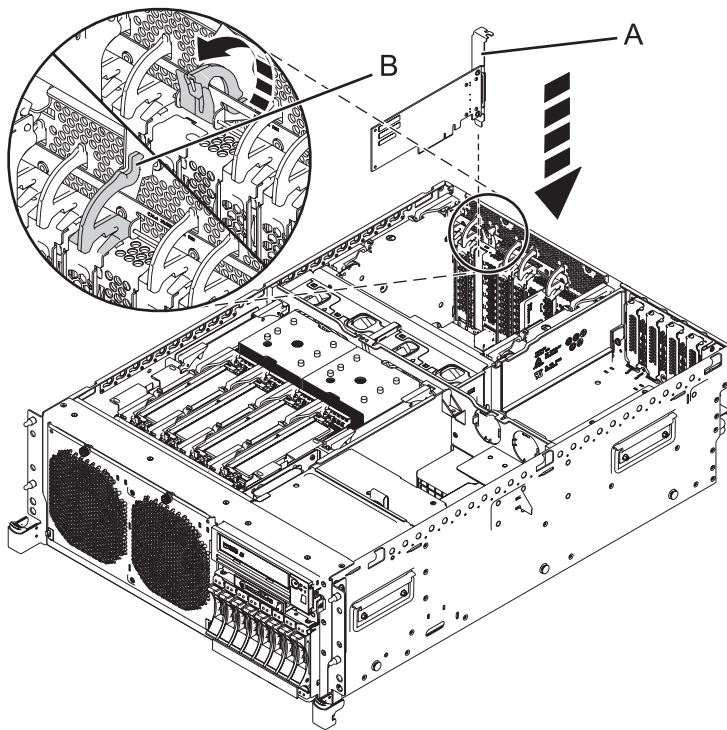
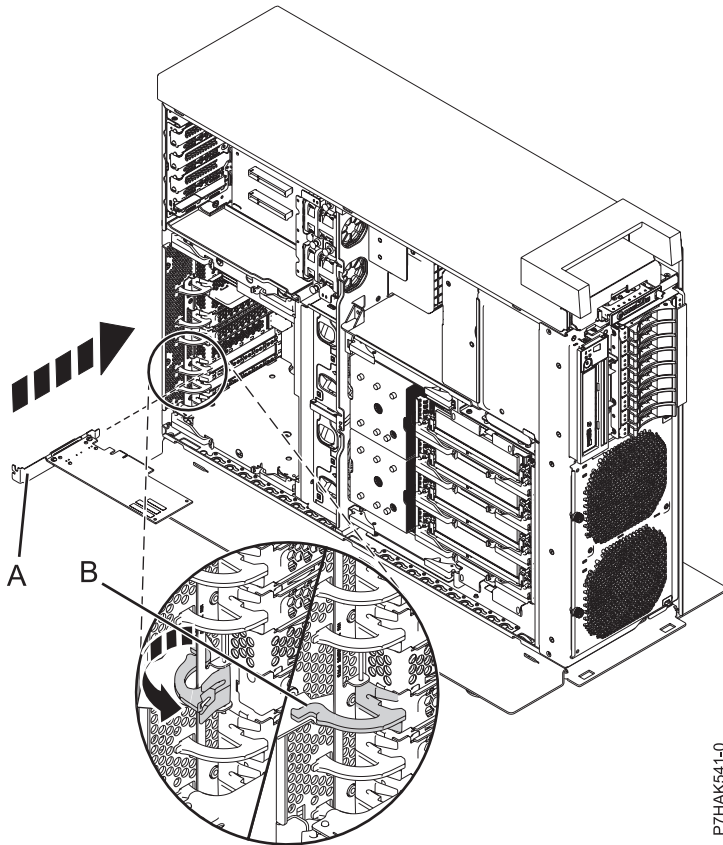

Figura 12. Sustitución de un adaptador PCI en una unidad del sistema montada en bastidor
Figura 13. Sustitución de un adaptador PCI en una unidad del sistema autónoma
16. Tire del pestillo del adaptador (**B**) hasta colocarlo de nuevo en su sitio, tal como se muestra en la Figura 12 y en la Figura 13 en la página 18.